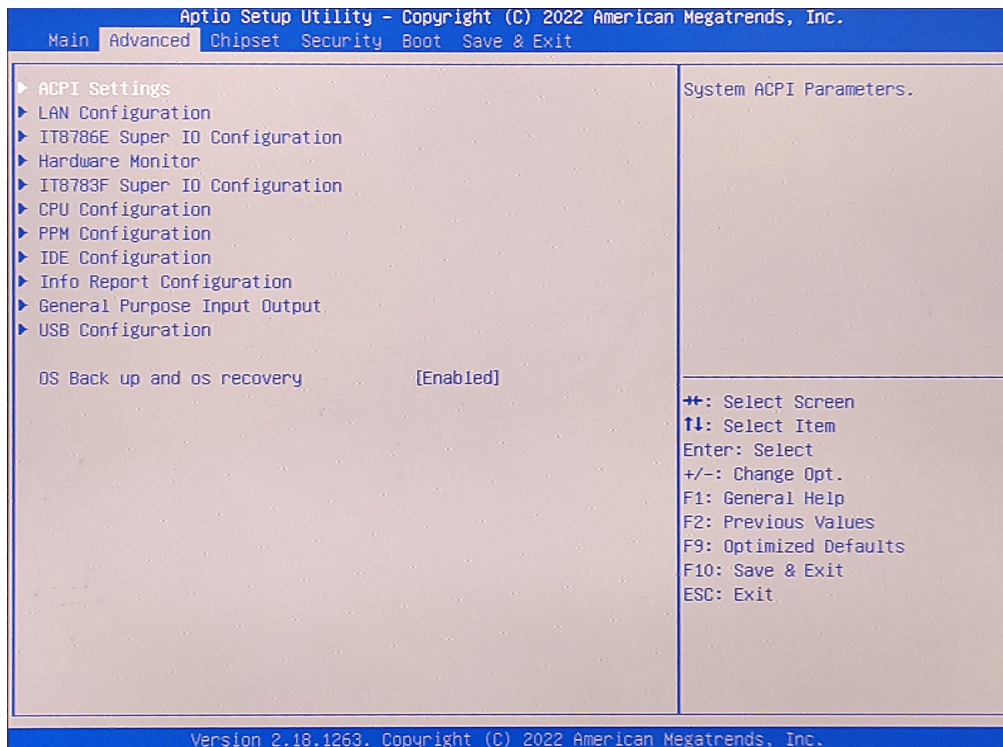

图 4 还原操作界面
(1) 检查工作：① 由于备份及还原操作过程中机器均不能外接存储设备，在操作之前务必先检查确认 USB 接口未连接外部存储设备，如 U 盘等，否则备份还原会出现错误；② 保证硬盘内存容量大小不小于 64G；
(2) 按电源键开机或上电开机后，连续点击键盘上的 delete 键进入 BIOS，切换到还原操作界面（如图 4 所示）打开备份还原设置 OS Back up and os recovery，更改状态为 Enable；然后按 F10 保存。